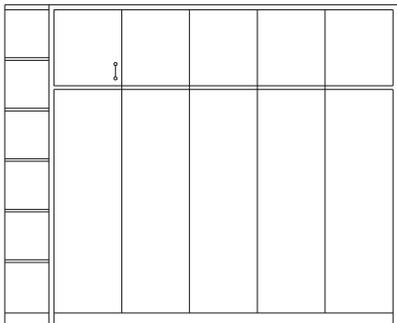

图 3-2-18
**STEP 12** 使用绘制圆的命令 CIRCLE 和绘制直线命令 LINE 绘制衣柜的拉手，如图 3-2-18 所示，其命令行操作如下：
// 框选如图 3-2-18 所示中的半边拉手